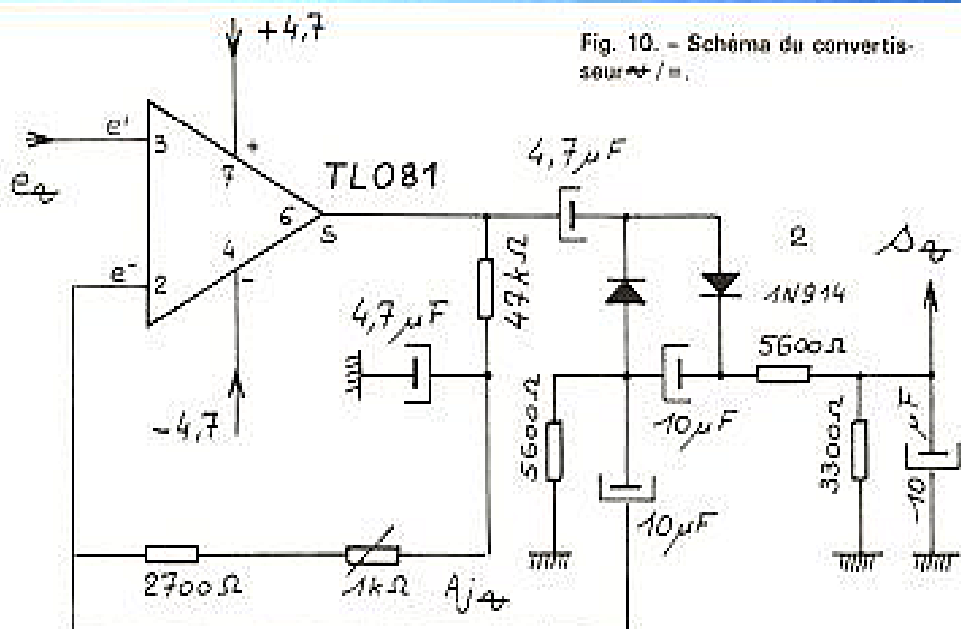

Fig. 10. - Schéma du convertisseur  $\pi/\pi$ .
- Pour les mêmes mesures en alternatif, on enfonce, en plus la touche  $T_{\text{A}}$ . Il s'intercale alors entre  $K_1$  et l'entrée A/D, un convertisseur  $A/V =$  dont le schéma est donné à nouveau en figure 10. Nous n'insistons pas sur cet excellent montage dont la linéarité est absolument sans reproche. Le gain permettant l'étalonnage est réglé par  $A_{\text{AV}}$ . Comme le TL081 ne doit convertir que